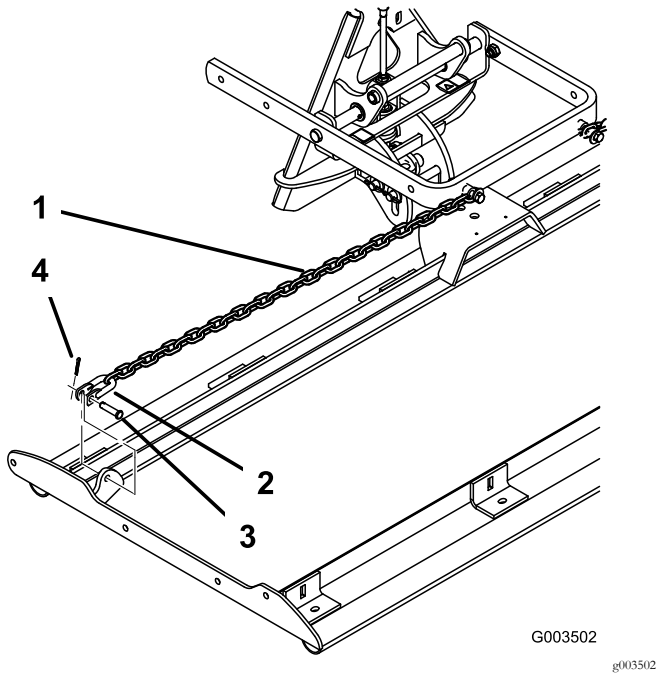

図 5
3. 昇降アームの各チェーンの一番下のリンクにシャックルを取り付ける 図 5。
4. 各シャックルをドラッグマットキャリアアセンブリに、図 5 のように取り付けるクレビスピン 3/8 x 1-1/2 インチとコッターピンを使用する。